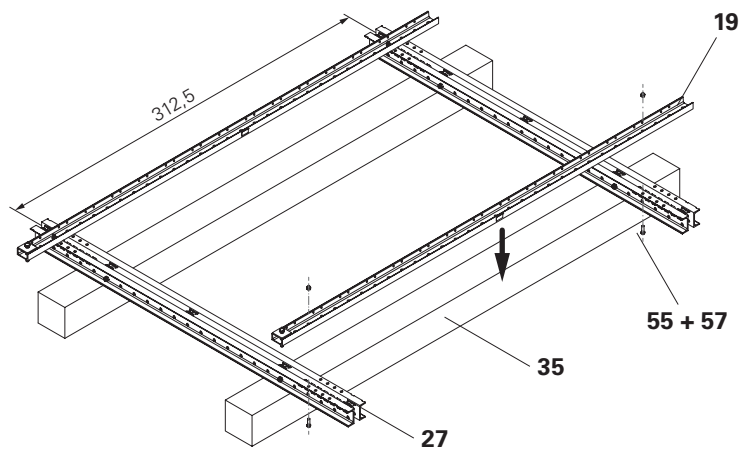

Fig. B4.07
2. Avvitare il montante parapetti RCS (**19**) con la vite M16 x 50 (**55**) e il dado M16 (**57**) al corrente SRU (**27**). (Fig. B4.07 + B4.09)